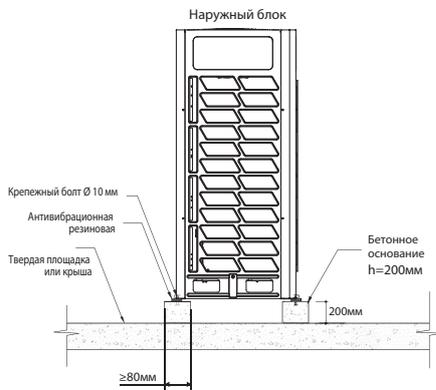

Рис. 4-3
- Нижняя часть корпуса наружного блока должна располагаться на бетонном основании. Подробную информацию о возведении бетонного основания и выполнении эксплуатационных измерений см. на Рис.4-3.